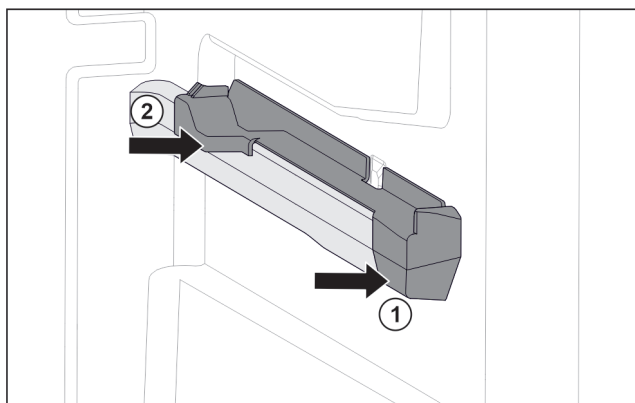

Fig. 80 Elemento inseribile sulla nervatura destra del contenitore
- ▶ Posizionare l'elemento inseribile sulla parte anteriore della nervatura del contenitore. Fig. 80 (1)
- ▶ Premere l'elemento inseribile sulla parte posteriore. Fig. 80 (2)